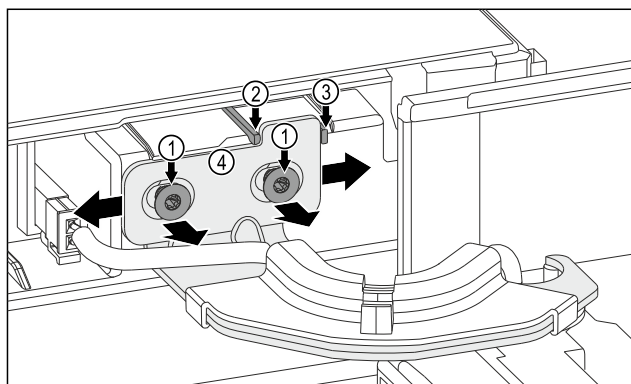

Fig. 11
- Desserrer les deux vis Fig. 11 (1).
- Pousser la porte vers la droite : retirer le bouton de fixation Fig. 11 (3).
- Pousser la porte vers la gauche : retirer le bouton de fixation Fig. 11 (2).
- Position finale de la porte atteinte : serrer les deux vis Fig. 11 (1).